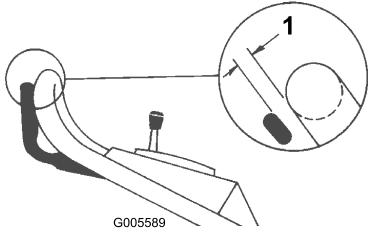

Figura 23
5. Sollevate la barra di comando finché non notate una certa resistenza. Quando è correttamente regolata, la barra di comando deve trovarsi a 4 cm dalla stegola (Figura 23).
7. Serrate il controdado inferiore per bloccare il controdado superiore contro il blocco di sostegno (Figura 23).